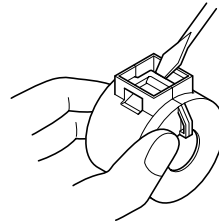

Fig. 3-1
- Les tores de ferrite sont livrés ouverts comme indiqué à la Fig. 3-2. Si un tore de ferrite n'est pas ouvert, utiliser un objet pointu pour forcer le verrouillage en plastique du tore de ferrite (Fig. 3.1). Lorsque c'est le cas, prendre soin de ne pas endommager le tore de ferrite ni le verrouillage en plastique.